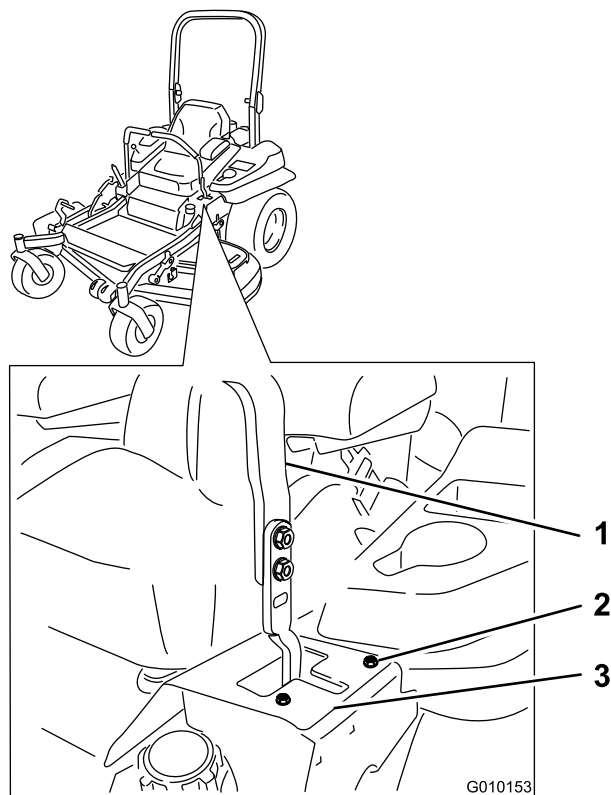

Figura 65
en T de la izquierda hasta que la máquina avance en línea recta (Figura 65).
- Si se desvía hacia la izquierda, afloje los pernos y ajuste la chapa del tope derecho hacia atrás en la ranura en T de la derecha hasta que la máquina avance en línea recta (Figura 65).
- Apriete la chapa del tope (Figura 65).